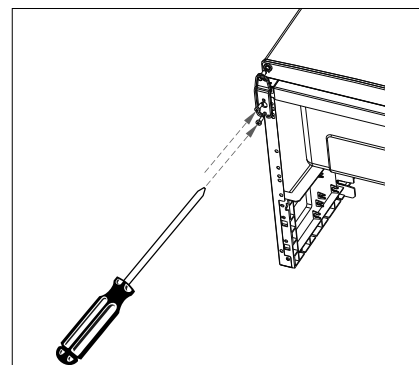

Fig. 12
- ▶ No apriete los tornillos del todo para poder nivelar la puerta del congelador (4). Apriete los tornillos firmemente solo cuando se constate el cierre uniforme de la puerta del congelador (4) (fig. 12).